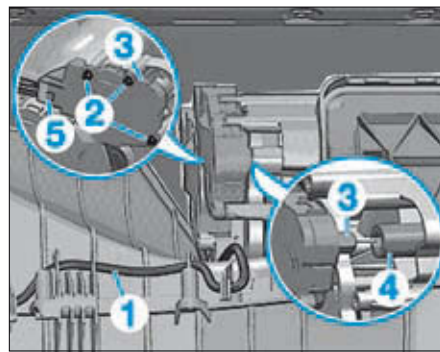

FIG. 33
- Dégrafer le faisceau (1) du boîtier d'aspiration d'air frais (Fig.33).
- Déposer les vis (2).
- Retirer l'axe du servomoteur (3) de l'arbre du volet de recyclage d'air (4).
- Repérer le connecteur (5).
- Débrancher le connecteur (5)